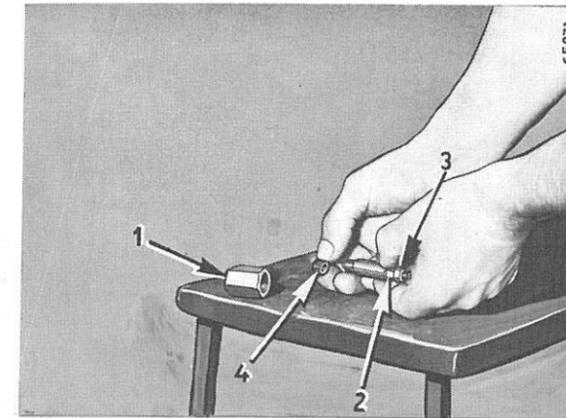

Fig. 69
Dévissez le chapeau de protection (1) Fig. 69 et enlevez le clapet complet en veillant à ne pas desserrer l'écrou de blocage.